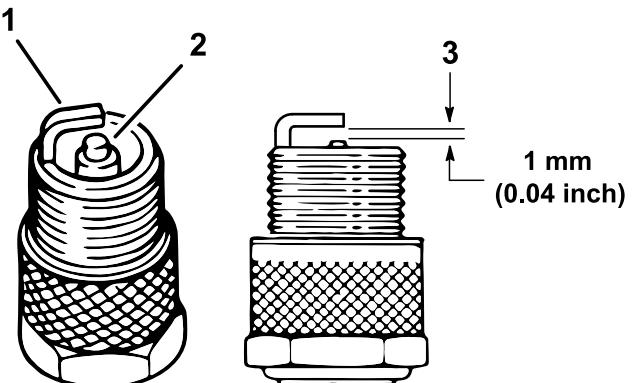

Figure 36
- Vérifiez l'état des électrodes latérale et centrale, ainsi que de l'isolateur de l'électrode centrale (Figure 36).
- Réglez l'écartement entre les électrodes centrale et latérale à 1 mm (0,04 po), comme montré à la Figure 36.